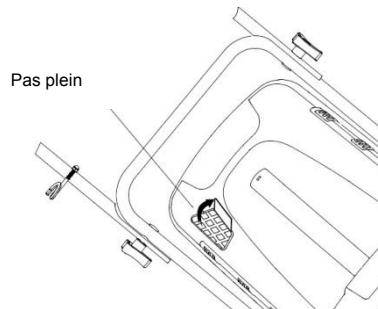

Fig. 14B
- L'indicateur de niveau se lève si le bac n'est pas plein pendant la tonte. (Fig. 14B)